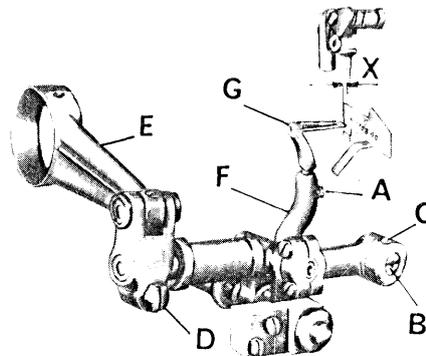

fig.11
7. Fasatura crochet punto catenella (fig.11)